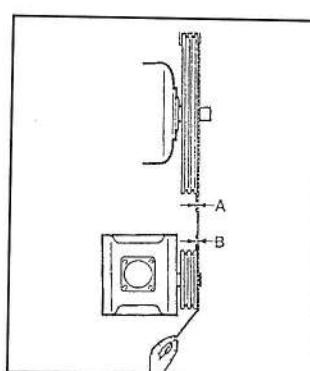

Fig. 32
- Alinear las poleas correctamente. El juego máximo (A o B) entre las dos poleas puede ser de 0,2 mm (fig. 32).